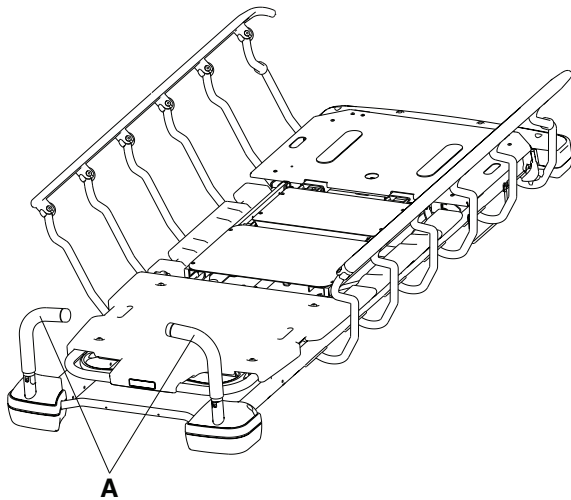

Figura 9 – Posicionamento das pegas de empurrar da extremidade do lado da cabeça
1. Gire as pegas (A) para cima a partir da extremidade do lado da cabeça do produto (Figura 9).